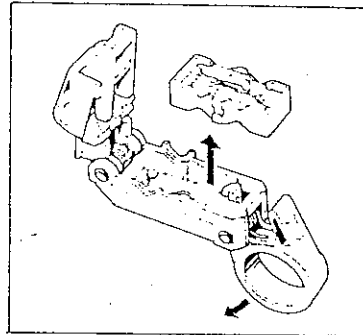

Figure 18
B. Retirer la cassette de l'outil en déplaçant le loquet de blocage dans le sens de la flèche (fig 18). Ensuite pousser la cassette hors de l'outil en insérant une clé ou un autre objet approprié au travers du trou situé dans la base de l'outil. Dévisser les vis de réglage dans le sens inverse des aiguilles d'une montre jusqu'à ce qu'elles soient entièrement rentrées.